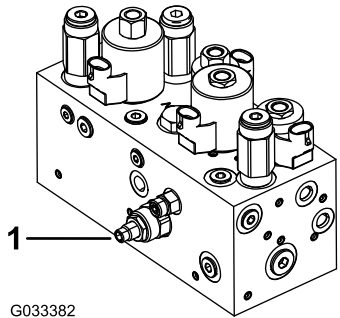

Figura 47
El circuito de elevación/bajada de la unidad de corte está equipado con una válvula de control de flujo (Figura 47). Esta válvula viene ajustada de fábrica con una abertura de aproximadamente 3 vueltas, pero es posible que sea necesario ajustarla para compensar diferencias en la temperatura del fluido hidráulico, la velocidad de siega, etc.
1. Levante el asiento y localice la válvula de control de flujo del bastidor de tiro central (Figura 47), situada en el lateral del colector hidráulico.